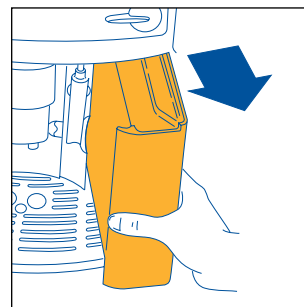

Fig. 1
- Træk vandbeholderen ud (fig. 1), skyl den og fyld den med frisk vand, men vær opmærksom på ikke at overstige mærket MAX. Når man fjerner beholderen, skal cappuccino adapteren altid være vendt imod midten af maskinen, for ellers forhindrer den udtrækningen af beholderen.